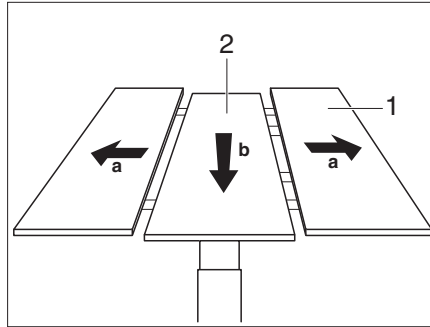

Fig. 105 Subir la parte central
- Separar las partes externas (Fig. 105,1) de la mesa.
- Empujar con fuerza la parte central (Fig. 105,2) de la mesa hacia abajo. La parte central se presiona por la fuerza de resorte hacia arriba.
- Empujar con fuerza la parte central (Fig. 105,2) de la mesa hacia abajo. La parte central se engatilla en la posición inferior.